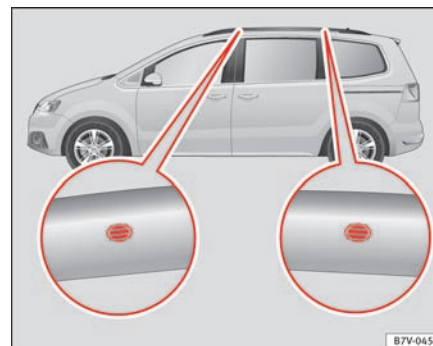

Fig. 101 Fastgørelsespunkter til tagbøjler og tagbøjlesystem
Boringerne til placeringen sidder på indersiderne af tagrælingen ⇒ Fig. 101.
- Tagbøjlerne må kun monteres ved de markeringer, der er vist på billedet ⇒ Fig. 101.